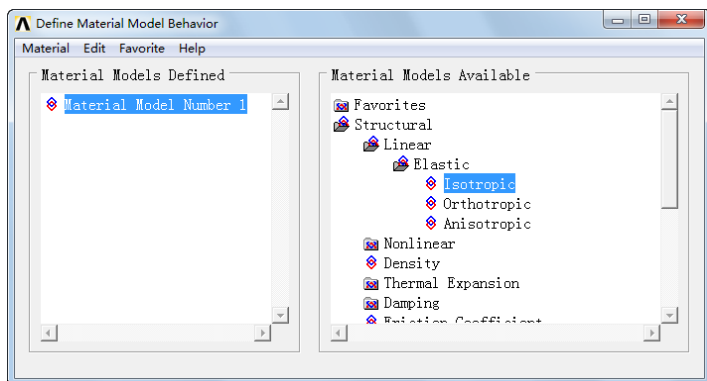

图 8-43 定义材料模型属性窗口
- ⑥该单元不需要进行单元选项设置，单击“Close...”按钮，关闭单元类型对话框，结束单元类型的添加架。
- ③③ 定义实常数。在实例中选用十节点四面体实体结构单元“Tet 10Node 187”单元，不需要设置实常数。
- ③④ 定义材料属性。考虑惯性力的静力分析中必须定义材料的弹性模量和密度。具体步骤如下：
- ①从主菜单中选择 Main Menu: Preprocessor > Material Props > Materia Model 命令，打开“Define Material Model Behavior”（定义材料模型属性）窗口，如图 8-43 所示。